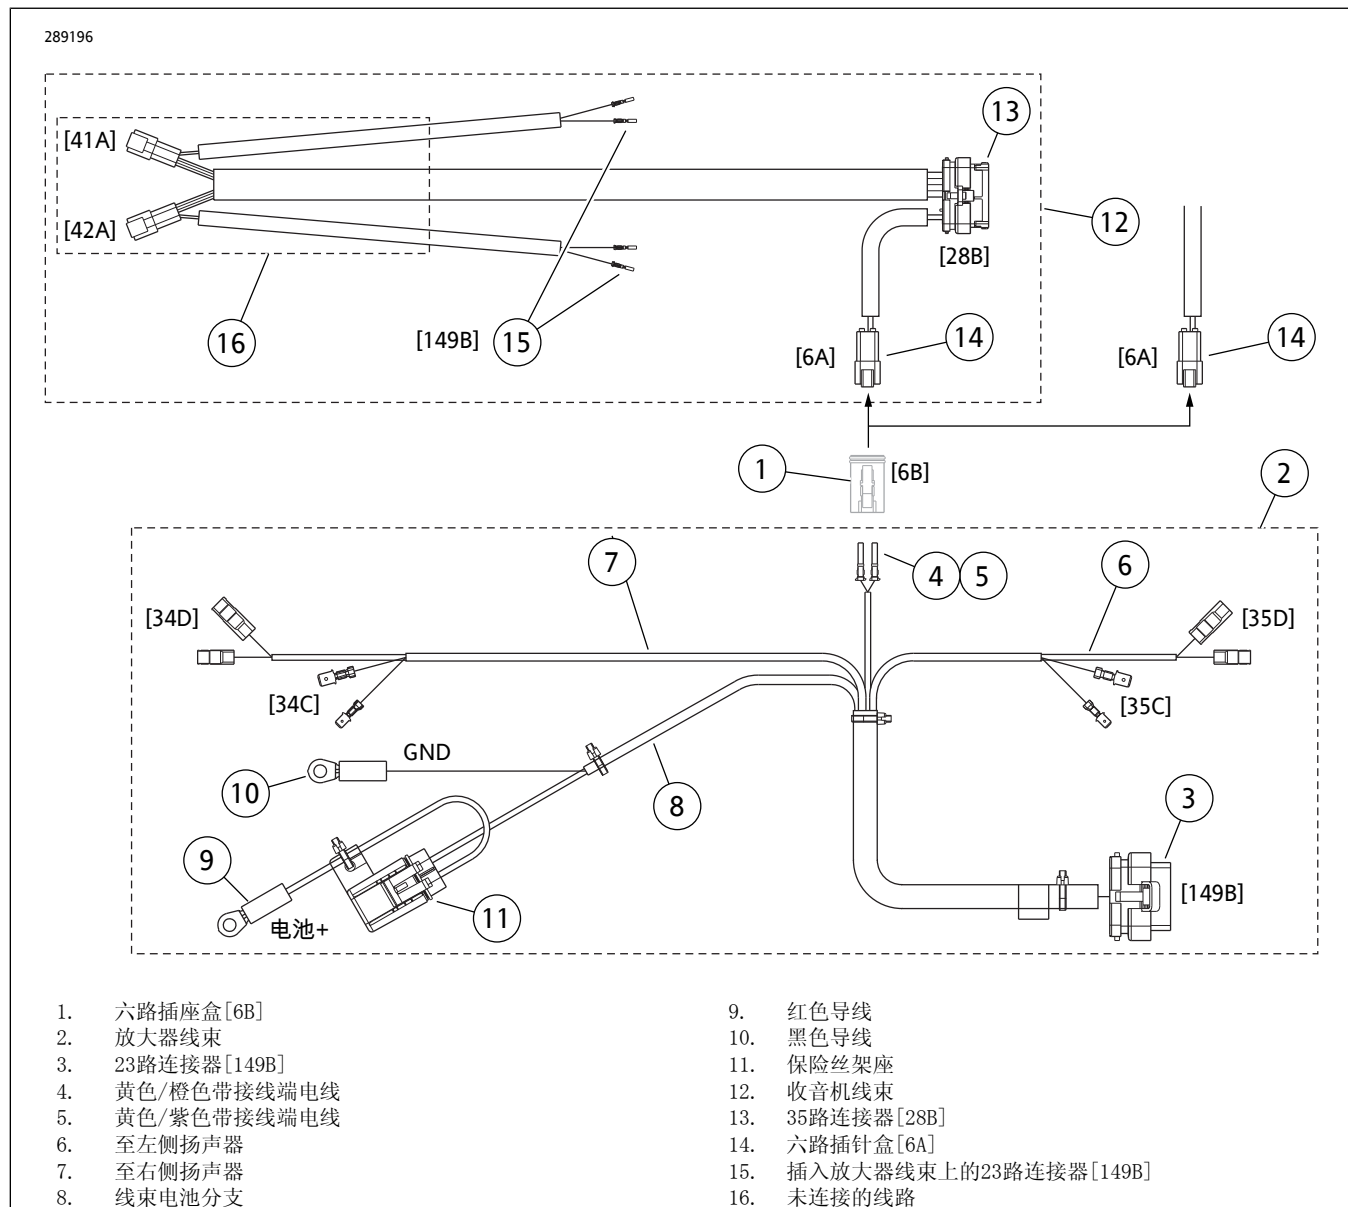

图6。线束连接图，挡风板安装式放大器
2. 参见图6。遵循维修手册中的说明从放大器线束上23路连接器(3)的空腔8、15、22和23拆下塞。将来自收音机线束上两个剩余六路连接器的带接线端电线(15)安装至23路连接器,方法如下:
2. 参见图6。遵循维修手册中的说明将来自放大器线束的黄色/橙色带接线端电线(4)安装至插座盒[6B](1)空腔4中,将黄色/紫色带接线端电线(5)插入空腔5中。
14. 参见图6。使用套件中的线缆扎带盘起收音机线束的未连接线路(16)。棕色和白色/棕色电线及其连接器[42A]也可以为额外的左侧扬声器提供信号。绿色和绿色/棕色电线及其连接器[41A]也可以为额外的右侧扬声器提供信号。
16. 参见图6。在车辆上向后布设放大器线束的剩余分支(8)至线束盘。打开线束盘的盖子。穿过盘的开口布设放大器线束,使用线缆扎带固定至主线束。
- d. 参见图6。将保险丝架座(11)和放大器连接线归拢至电池前方。